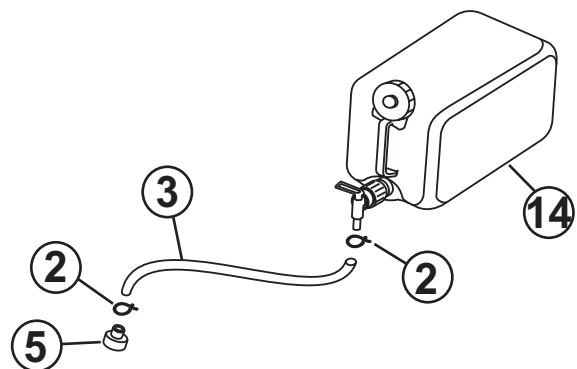

Abb. 25. Schlauch und Schlauchklemmen
6. Den Schraubanschluss (Pos. 5, Abb. 25) mithilfe der Schlauchklemme (Pos. 2) mit dem Schlauchende (Pos. 3) verbinden.